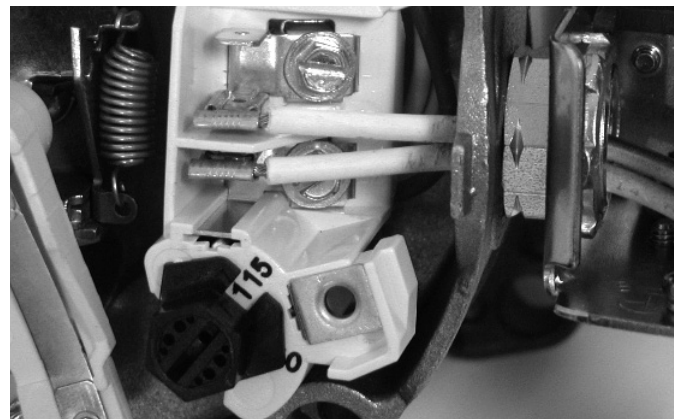

Figure 11 : Tension réglée à 115 volts sur sélecteur à cadran
2. Tourner le cadran dans le sens des aiguilles d'une montre jusqu'à ce que le nombre 115 soit visible dans la fente du cadran (figure 11).
- 1 ° Brancher tout d'abord le fil de mise à la terre, comme il est illustré à la Figure 11. Le fil de mise à la terre doit être un fil de cuivre massif d'un diamètre au moins aussi gros que le diamètre des fils de tension.
- 4 ° Brancher les fils de tension sur le manostat, comme il est illustré à la Figure 11.